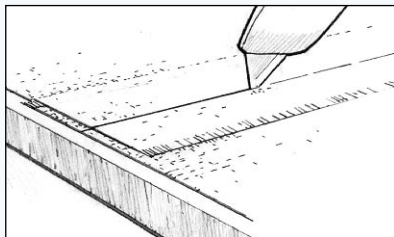

Abbildung 26 Schneiden Sie Überlappungen ab, wenn das Epoxidharz in den Geleezustand gewechselt hat, jedoch noch nicht ausgehärtet ist.
b) Schneiden Sie mit einem scharfen Teppichmesser (Abbildung 26) durch beide Gewebe. Achten Sie darauf, nicht zu tief zu schneiden.